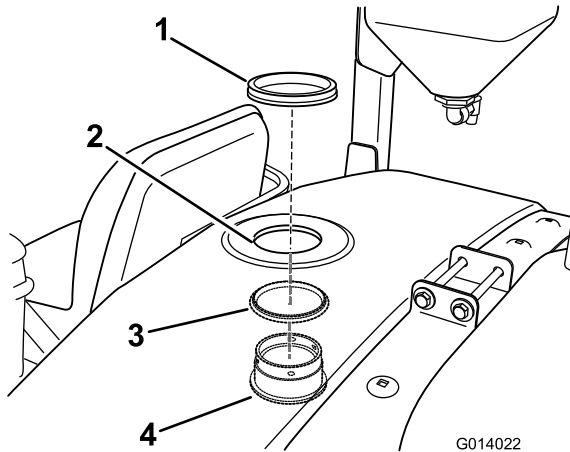

Figura 18
- Instale el conector estanco y la junta tórica desde dentro del depósito por el taladro perforado anteriormente (Figura 18).